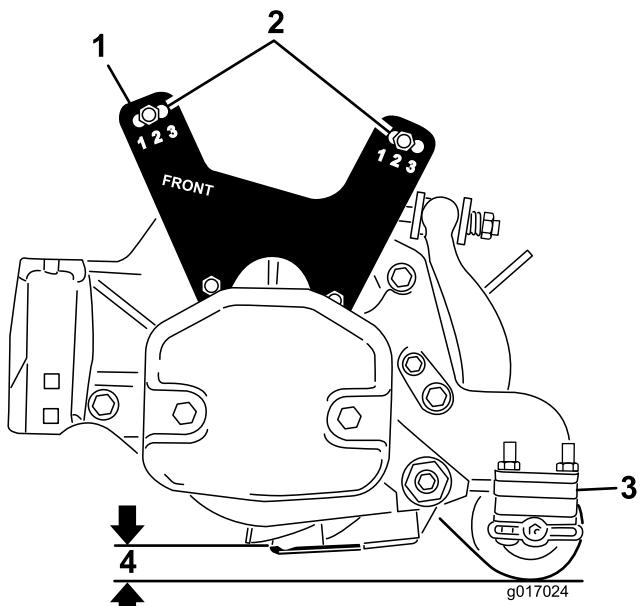

Figura 20
- Baixe a unidade de corte para o chão e meça a distância do chão à parte superior da lâmina de corte, como se mostra em Figura 20